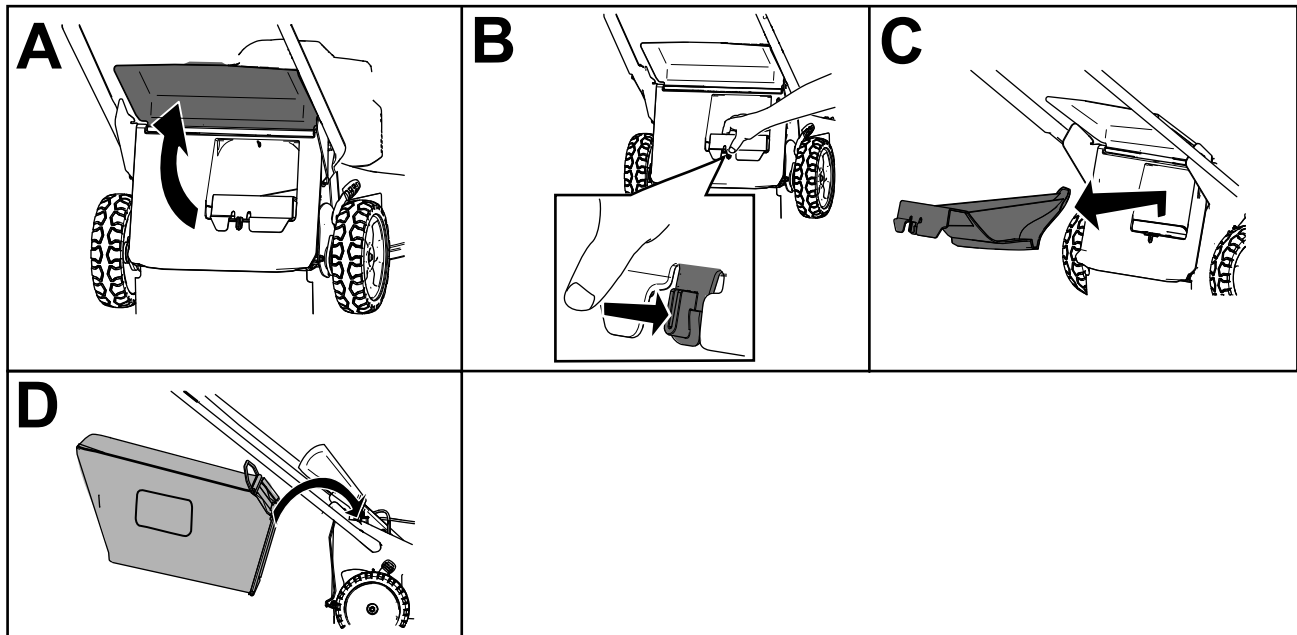

Figura 18
**Nota:** Para desbloquear o tampão traseiro, rode a alavanca do tampão para a direita (Figura 18).
3. Faça subir e mantenha elevado o defletor traseiro (A da Figura 18).
4. Retire o bujão de descarga traseira empurrando o trinco para baixo com o polegar e retirando o bujão da máquina (B e C de Figura 18).
5. Instale as extremidades da barra do saco nas ranhuras na base da pega e abane o saco para a frente e para trás para assegurar que as extremidades estão encaixadas na parte inferior de ambas as ranhuras (D de Figura 18).
3. Retire a barra do saco de relva das ranhuras na base da pega (A de Figura 18).
4. Insira o bujão de descarga (B de Figura 18).
5. Baixe o defletor traseiro (C de Figura 18).